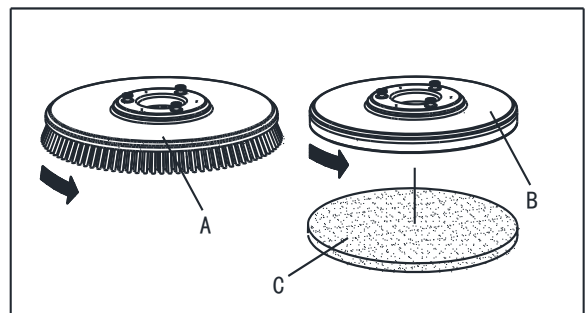

Figure 5
Installieren Sie entweder die Bürste (A, Abb. 5) oder den Pad-Halter (B und C, Abb. 5) entsprechend der Art des zu reinigenden Bodens.
1. Stecken Sie den Zündschlüssel (35) ein und schalten Sie auf "0".
2. Heben Sie das Deck an, indem Sie das Pedal (9) drücken.
3. Falls bestückt, drehen Sie den Geschwindigkeitsregler (40) auf Leerlauf, indem Sie ihn gegen den Uhrzeigersinn drehen.
4. Platzieren Sie die Bürsten (A, Abb. 5) oder den Pad-Halter (B) unterhalb des Decks (21).
5. Senken Sie das Deck auf den Bürsten/Pad-Halter, indem Sie das Pedal (9) drücken.
6. Drehen Sie den Zündschlüssel (35) auf "I".
7. Drücken Sie den Bürsten-/Pad-Halter und den Vakuumsystem-Schalter (46).
8. Drücken Sie einen der Bürsten/Vorwärtsgang-Schalter (34), um den Bürsten/Pad-Halter einzulegen, dann lassen Sie ihn los. Falls erforderlich, wiederholen Sie den Vorgang, bis der Bürsten/Pad-Halter aktiviert ist.
9. Wenn sich der obige Schritt Nr. 8 als schwierig erweist, verwenden Sie die manuelle Methode, indem Sie den Bürsten-/Pad-Halter in die entgegengesetzte Richtung zur normalen Drehrichtung drehen und dieser kann dann abgenommen werden (wie in Abb. 5 dargestellt).